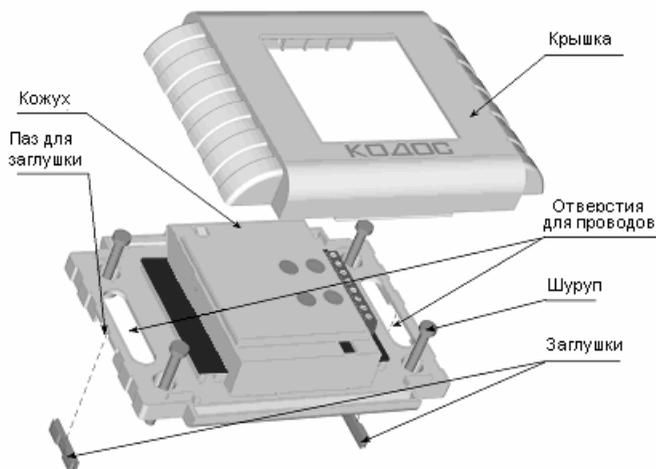

Рисунок 5 – Крепление адресного блока (клеммы условно не показаны)
- а) Снять с изделия крышку (рисунок 5).
- в случае если провода подходят сбоку адресного блока (например, из короба или гофрированного шланга), снять заглушки (рисунок 5);
- через отверстия для проводов (если провода идут из стены) или через пазы для заглушек и отверстия для проводов (в случае, если провода подходят сбоку) (рисунок 5), протянуть провода к кожуху адресного блока;